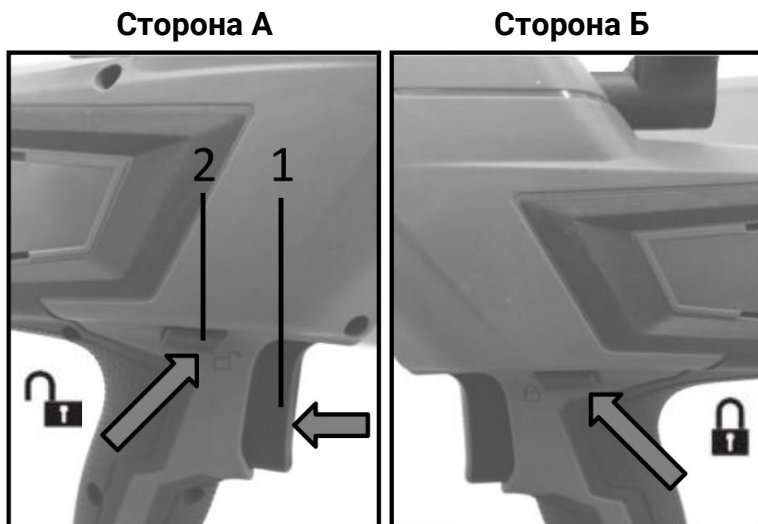

Рисунок 5. Блокування пускової клавіші.
1. Для блокування пускової клавіші (1, рис. 5) від випадкового натискання, натиснути на кнопку блокування пускової клавіші (2, рис. 5) зі сторони Б.
2. Для розблокування пускової клавіші (1, рис. 5) від випадкового натискання, натиснути на кнопку блокування пускової клавіші (2, рис. 5) зі сторони А.
2. Натиснути на пускову клавішу (1, рис. 5), щоб увімкнути виріб.
Після відпускання пускової клавіші (1, рис. 5) зубчастий шток зупиняється і трохи повертається назад для скидання тиску в тубі (картриджі), щоб запобігти неконтрольованому видавлюванню робочого матеріалу. Заблокувати кнопкою блокування (2, рис. 5) пускову клавішу від випадкового натискання.